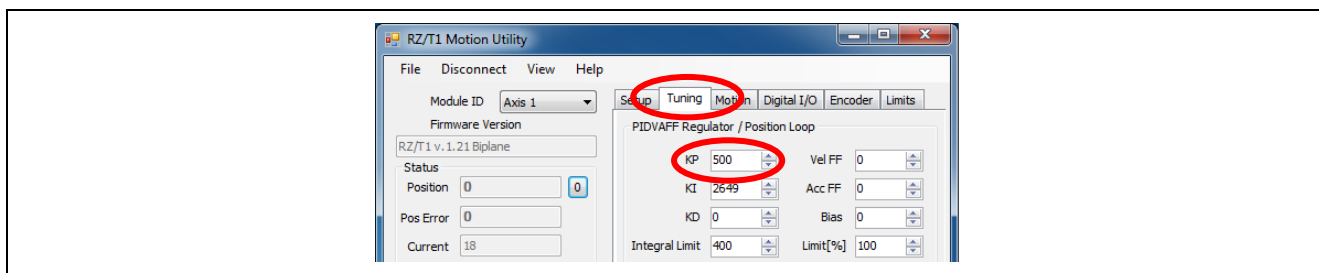

図 2-31 「KP」パラメータ値の変更
2.7.1 項の設定を保持した状態で、「RZ/T1 Motion Utility」画面の「Tuning」タブに移動し、図 2-31 に示すように「KP」パラメータ値を 1647 から 500 に変更します。